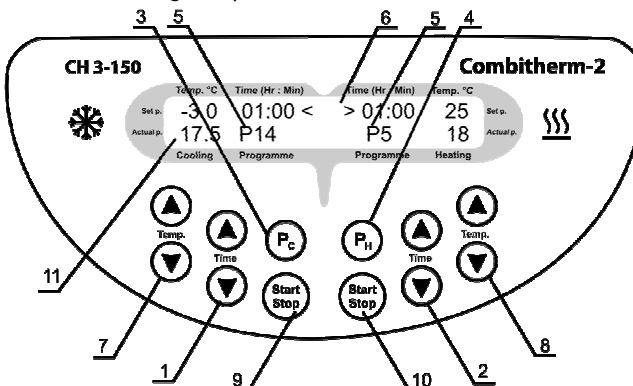

Fig.1 Pannello di controllo
- temperatura effettiva dei blocchi di riscaldamento/raffreddamento (fig. 1/11) e numero del programma (fig. 1/5) nella riga in basso (Actual p.).
Selezionare il numero di programma (fig. 1/5) premendo il tasto di programmazione **P_C** (fig.1/3) per un blocco termico di raffreddamento (per l'impostazione utilizzare i pulsanti sul lato sinistro della tastiera) o il tasto di programmazione **P_H** (fig. 1/4) per il blocco termico di riscaldamento (per l'impostazione utilizzare i pulsanti sul lato destro della tastiera).
Premere i tasti **P_C** o **P_H** per immettere la modalità di programmazione e tenerli premuti per 4 secondi finché sul display non comparirà il simbolo > oppure il simbolo < (fig.1/6). Se nessun tasto verrà premuto per 4 secondi, la modalità di programmazione si spegnerà.
Utilizzare i tasti **Temp.** ▲ e ▼ (fig. 1/7 o 1/8) per impostare la temperatura desiderata (l'incremento per il raffreddamento è di 0,1 °C, per il riscaldamento è di 1 °C). Controllare il valore impostato leggendo le indicazioni relative alla temperatura impostata visualizzate nella riga in alto del display (Set point). Per aumentare l'incremento, tenere premuto il pulsante per più di 2 secondi.
Utilizzando i tasti **Time** ▲ e ▼ (fig. 1/1 or 1/2), impostare l'intervallo di tempo operativo desiderato in ore e minuti (incremento di 1 minuto). Controllare il valore impostato leggendo le indicazioni relative al tempo impostato visualizzate nella riga in alto del display (Set point). Per aumentare l'incremento, tenere premuto il pulsante per più di 2 secondi.
Premere una seconda volta il tasto di programmazione **P_C** o **P_H** (fig. 1/3 or 1/4) per salvare le impostazioni oppure verranno salvate automaticamente dopo 8 secondi.
Selezionare il programma desiderato premendo il tasto **P_C** o **P_H** (fig. 1/3 or 1/4).
- 4.7. Premere il tasto **Start Stop** (fig. 1/9 or 1/10) per avviare il timer. Il timer comincerà il conteggio alla rovescia dell'intervallo di tempo (precisione di 1 minuto).
Premere il tasto **Start Stop** (fig. 1/9 or 1/10) per spegnere il segnale. Premere di nuovo il tasto **Start Stop** per riavviare il timer.